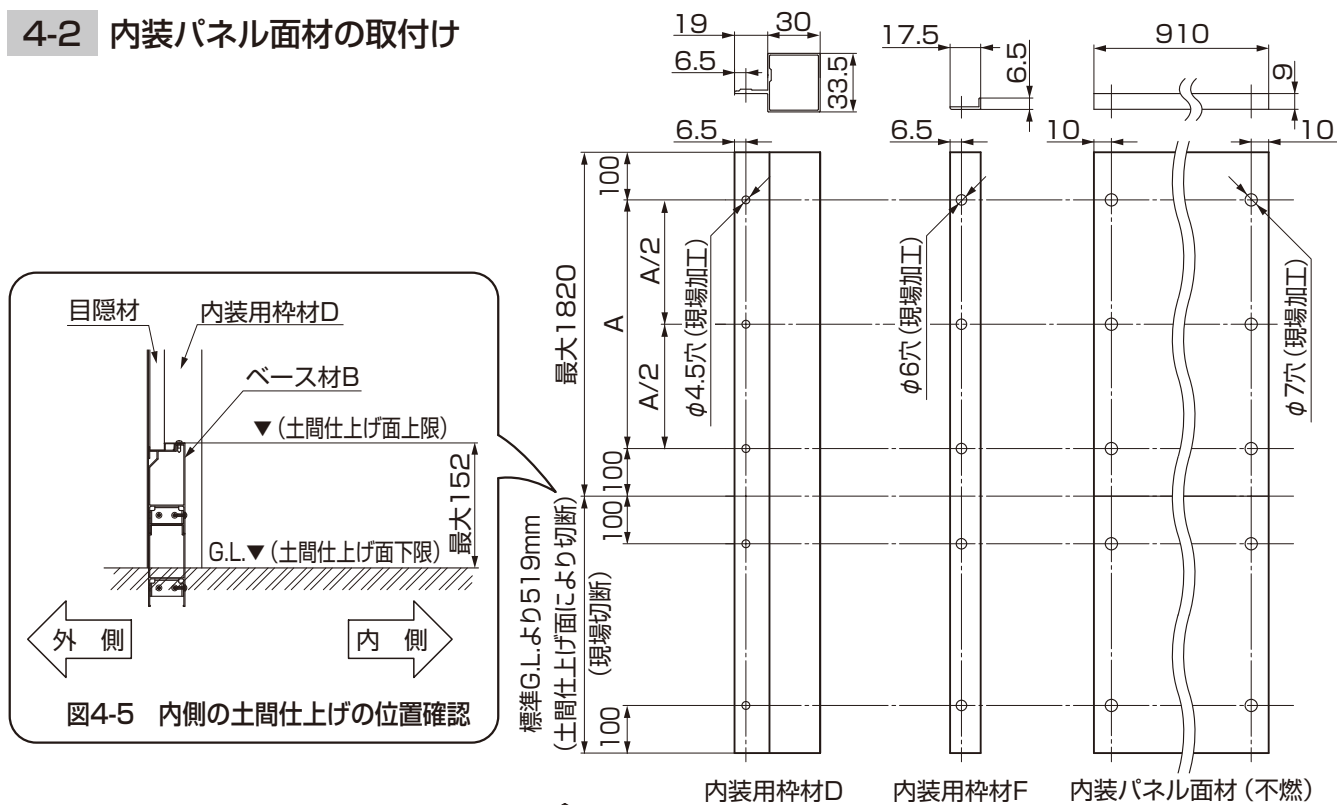

図4-5 内側の土間仕上げの位置確認
(図4-4、図4-5参照)
- カウンターテーブルと同時取付けの場合は、カウンターテーブルの上方のみの取付けになります。その場合は、内装用枠材Dをカウンターテーブル天板の上面で切断してください。(図4-5参照)
- ②内装用枠材B (縦) に内装用枠材Dを突き当て、内装用枠材固定金具の穴位置にφ3.5の穴加工をしてください。